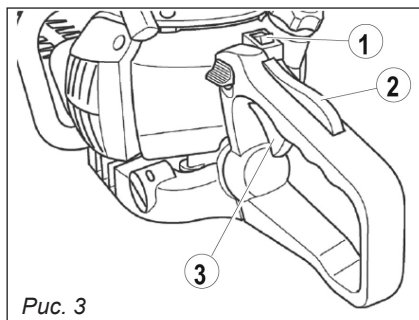

Рис. 3
2. Переверните выключатель остановки двигателя (рис. 3, поз. 1) в положение «ВКЛ».
10. При однократном нажатии на клавишу блокировки акселератора (*рис. 3, поз. 2*) и рычага акселератора (*рис. 3, поз. 3*) двигатель переведется в режим холостых оборотов.
1. Чтобы остановить двигатель, переведите выключатель (*рис. 3, поз. 1*) в положение «О» STOP.